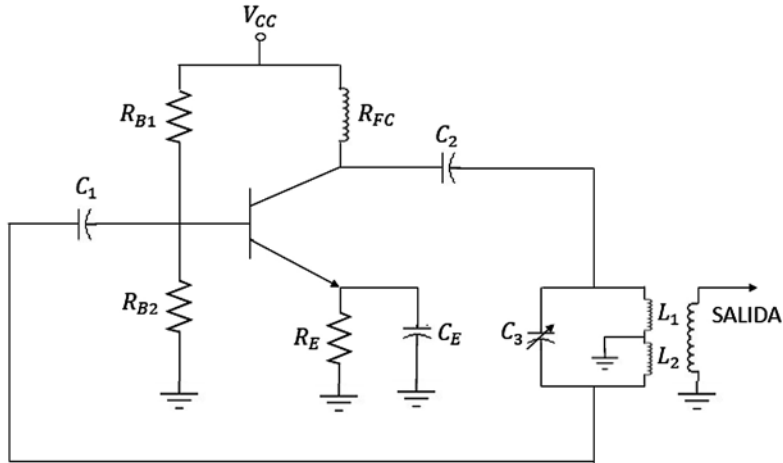

Figura 8.23 Ejercicio de aplicación. Fuente: Elaboración propia
- e) Dado el circuito de la figura 8.23 con los siguientes parámetros:
f) Si en la figura 8.23 se incrementa C_3 a $154,4 \text{ pF}$, hallar: